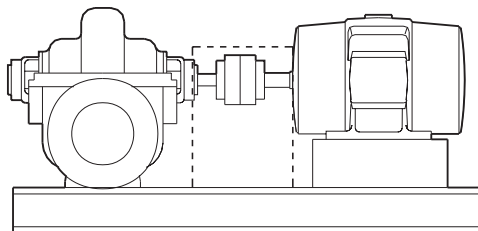
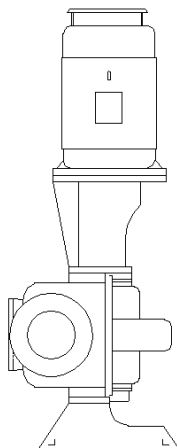

Рис. 4 Горизонтальный насос с электродвигателем и рамой-основанием
Рис. 5 Вертикальный насос с электродвигателем и рамой-основанием
1. Насос с электродвигателем и рамой-основанием (см. рис. 4 и рис. 5).